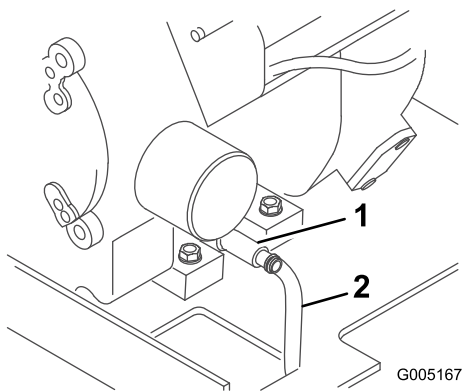

Figure 22
- Raccordez une extrémité du flexible au robinet de vidange et placez l'autre dans un bac (Figure 22).
5. Ouvrez le robinet de vidange d'huile en le tournant vers la gauche et en le soulevant (Figure 22).